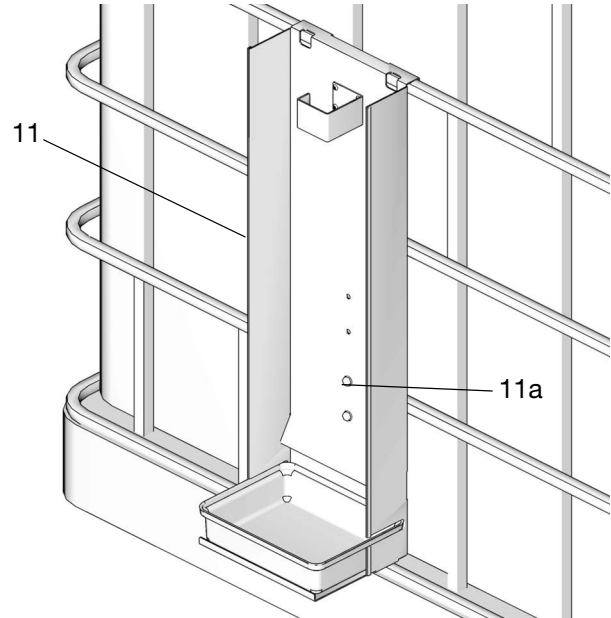

Рис. 20
1. Приложите раму расходомера (11) к стенке контейнера IBC (Рис. 20).
2. Зафиксируйте положение рамы, используя 4 винта (11a) (Рис. 20).